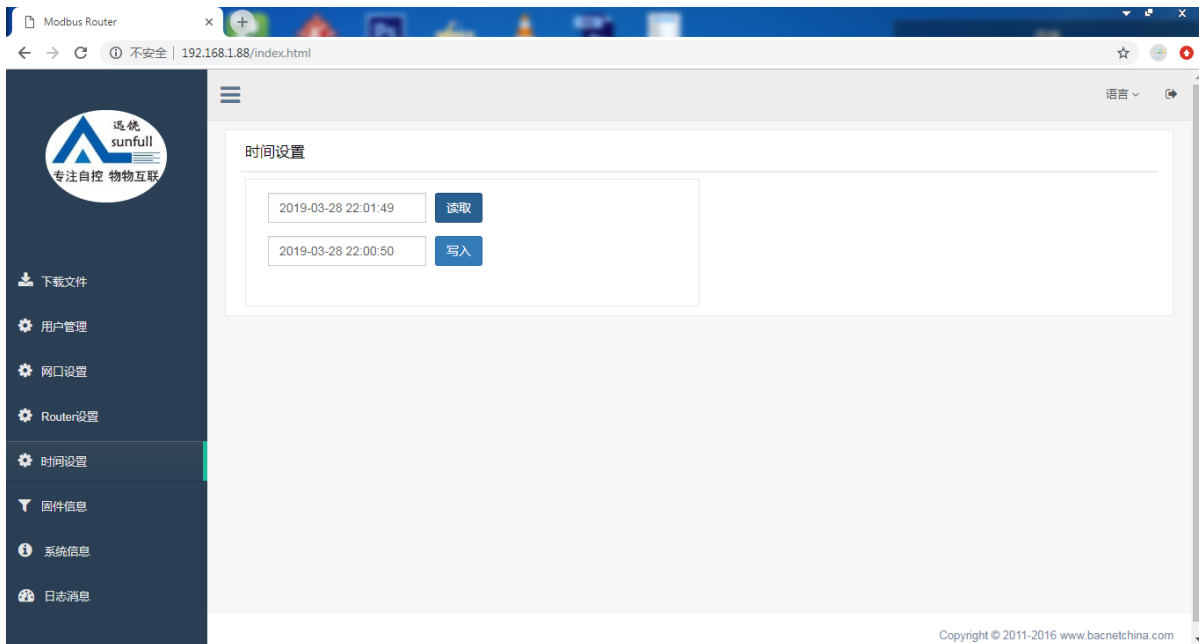

图 3-6-1 时间设置
**时间设置：**设置 Router 自身的系统时间，如下图 3-6-1。